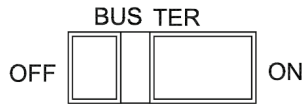

Рисунок 5.6 – Переключатель «Оконечная нагрузка шины (BUS TER)»
5.2.5.2 Переключатель BUS TER («Оконечная нагрузка шины») (см. рисунок 5.6) в положении «ON (Вкл.)» включает оконечный резистор порта RS-485, клемм 68 и 69 (см. схему силовой цепи, рисунок Б.1). Установка переключателя по умолчанию: «Off (Откл.)».